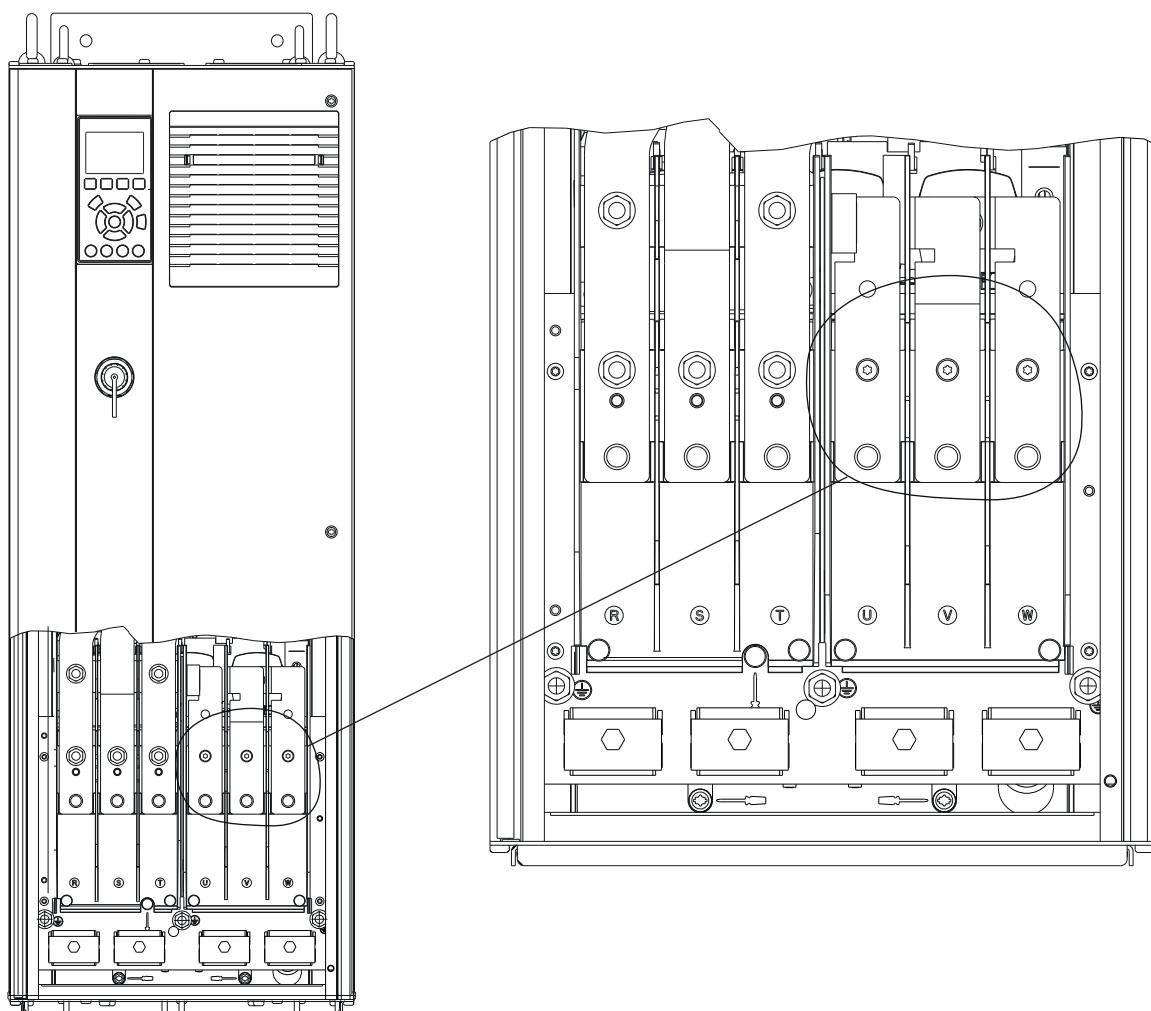

Ilustración 5.4 Terminales del motor (se muestra el alojamiento D1h)
3. Conecte el cable de conexión toma a tierra al terminal de conexión a tierra más cercano, conforme a las instrucciones de conexión a tierra incluidas en el *capítulo 5.4 Conexión toma a tierra*. Consulte la *Ilustración 5.4*.
4. Conecte el cableado del motor trifásico a los terminales 96 (U), 97 (V) y 98 (W). Consulte la *Ilustración 5.4*.